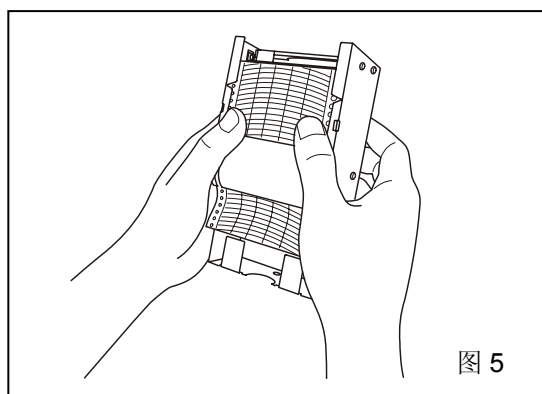

图 5
5. 将记录纸装在导轨和导向板之间。沿导向板滑动记录纸，以便记录纸将不会挤压出日期/小时槽沟。参见图 5。